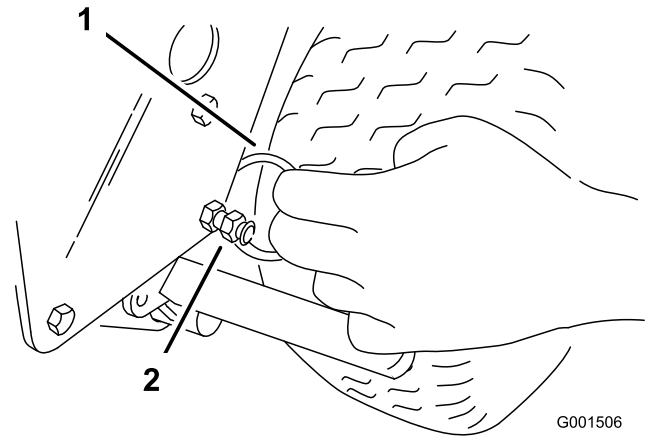

Figure 8
- Saisissez l'anneau fendu (Figure 8) sur le côté droit de la machine, tirez l'anneau et la chaîne hors du